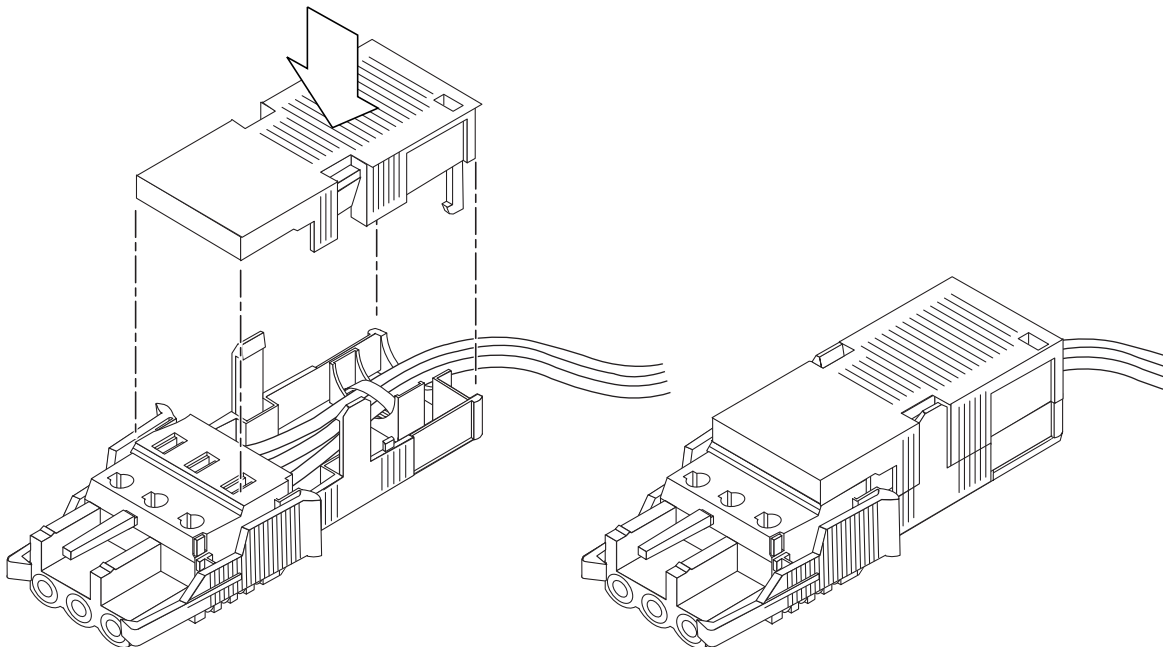

ABBILDUNG 3-9 Zusammenbau der Zugentlastungsvorrichtung
5. Bringen Sie das Oberteil der Zugentlastungsvorrichtung so an, dass die drei Haltevorrichtungen am Oberteil in die Öffnungen auf dem Gleichstromstecker eingeschoben werden. Drücken Sie Ober- und Unterteil der Zugentlastungsvorrichtung zusammen, bis sie einrasten (siehe ABBILDUNG 3-9).